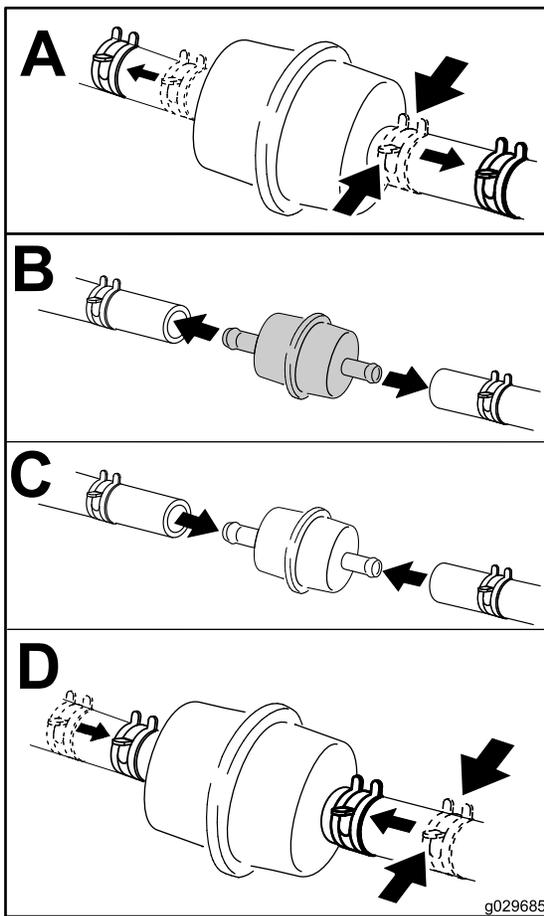

図 42
6. 燃料フィルタの下に汚れのない容器を置き、図 42に示すように燃料フィルタを交換する。